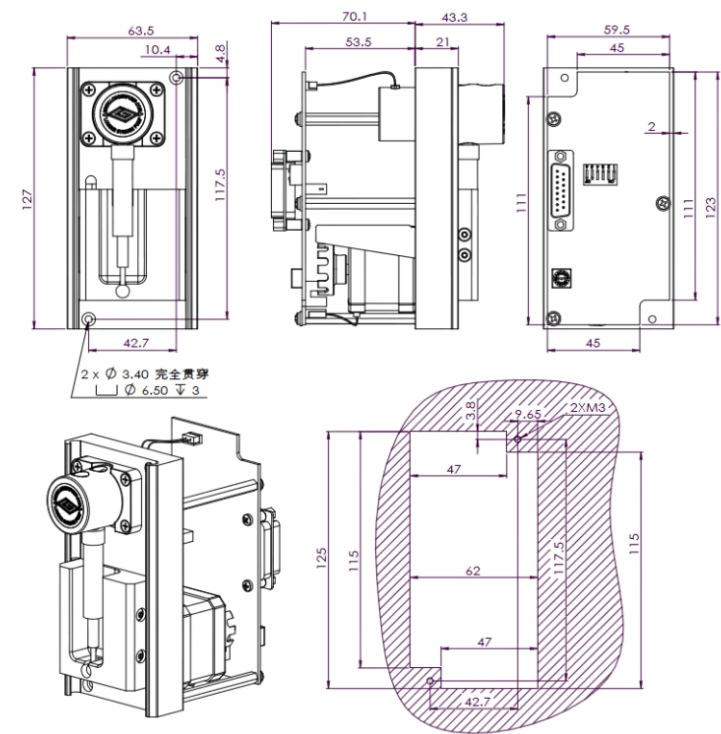

图2-8. MSP1-E1 安装图
2. 按照以下步骤(如图2-8)安装注射器：
安装MSP1-E1的方式：前面板提供2个M3x0.5的螺钉孔，位置如图2-8: